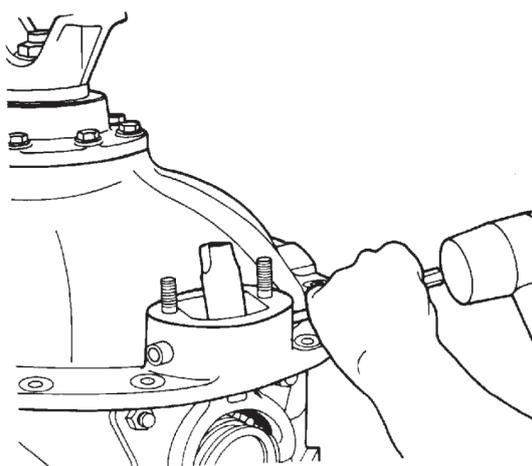

Figura 9
A. Bata os tampões e o pino de articulação do garfo, utilizando um ponteiro de bronze e golpes com martelo de plástico (Figura 9);